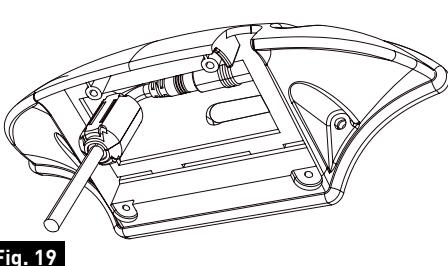

Fig. 19
11. Coloque el filtro del cable de la cámara en la parte izquierda de la carcasa del soporte. [Fig. 19]